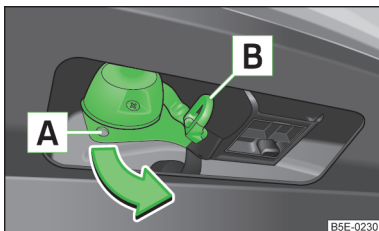

Fig. 158
- Apucați priza cu 13 pini în zona **A** și rabatați-o în afară, în sensul săgeții » fig. 158.
- Apucați priza cu 13 pini în zona **A** și rabatați-o spre interior, în sens contrar săgeții » fig. 158.
Inelul de siguranță **B** » fig. 158 servește la agățarea cablului de tractare al remorcii.